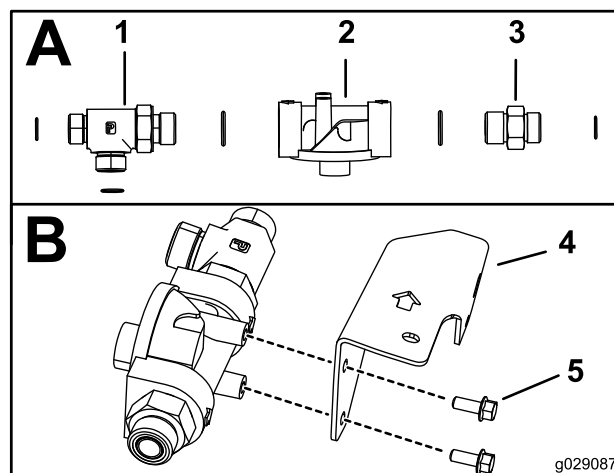

Figura 11
- Montate il raccordo a T (5/8 x 5/8 x 3/4 poll., maschio), il raccordo dell'adattatore (5/8 x 3/4 poll., maschio) e gli O-ring sul gruppo della testa del filtro, come illustrato nella Casella A, Figura 11.
- Montate la testa del filtro sulla relativa staffa utilizzando 2 bulloni (1/4 poll.), come illustrato nella Casella B, Figura 11.